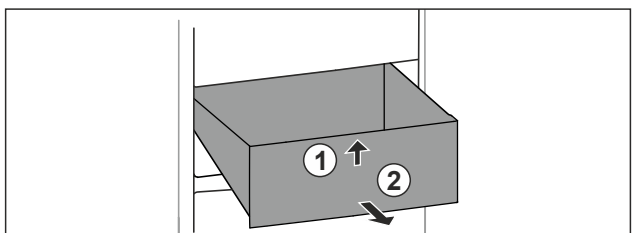

Fig. 93
- Unieść szufladę z przodu. Fig. 93 (1)
- Wyjąć szufladę do przodu. Fig. 93 (2)